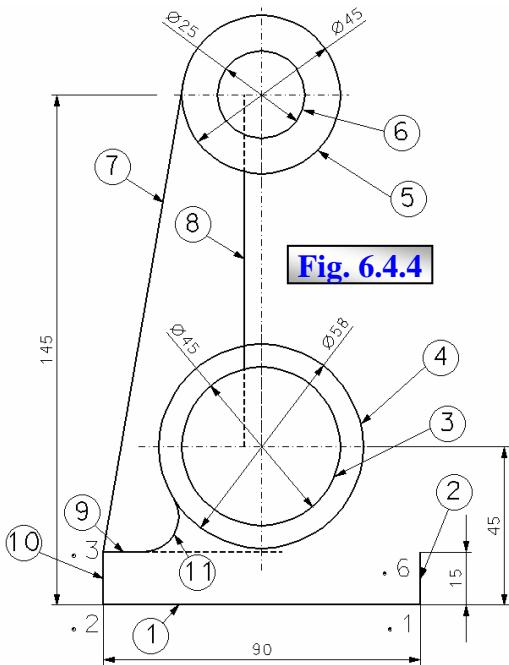

Fig. 6.4.4
4. Trasare linii 7, 8, 9 și a racordării 11, fig. 6.4.4
4.2 Pentru trasarea liniei 9, se utilizează comanda **Place Line**, rămasă activă de la operația anterioară, se identifică prin TP punctul .3, indexare pe orizontală/dreapta a liniei dinamice a AD, & 3.3.2, modificarea lungimii liniei dinamice dincolo de axa verticală a cercurilor; plasarea unui DP arbitrar va finaliza linia 9 cu o lungime oarecare (linia continuă și cea punctată în fig. 6.4.4); se ieșe prin RST;